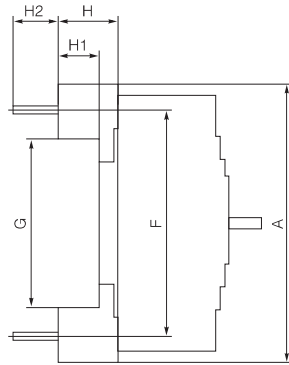

图17
• CFM3E-125、250、400、630、800插入式板后接线安装孔位尺寸及安装板开孔尺寸见图17、18、19